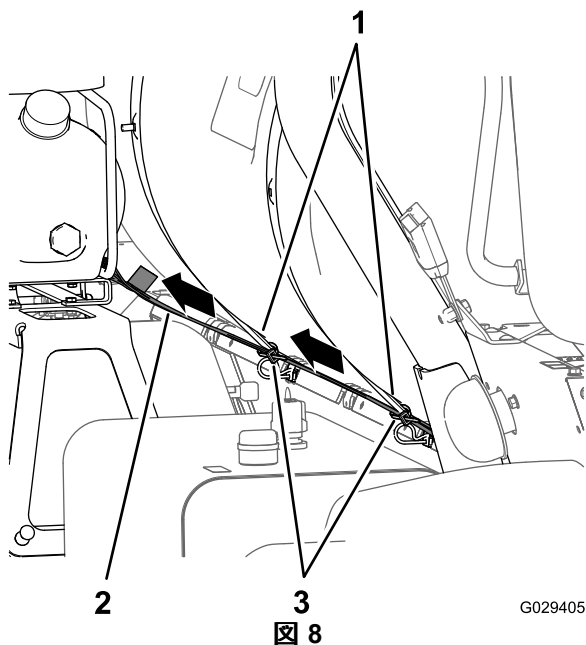

図 8
1. ワイヤハーネスのうち、コンプレッサ用の 236cm の枝4口のコネクタがついているのを探し出し、これをスプレーヤのタンクに沿って 図 7 と 図 8 に示すように車体後部へ導く。